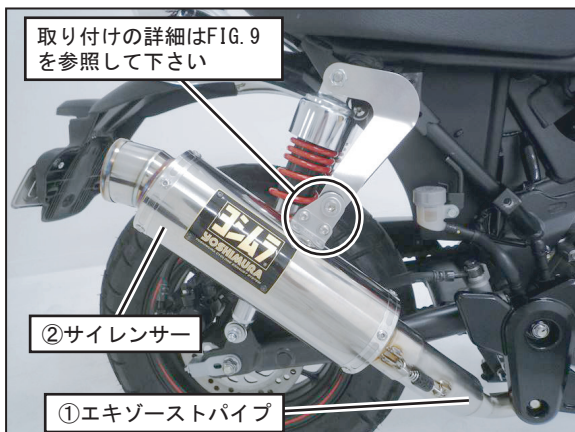

FIG. 8
7. ③サイレンサーステー#1に④サイレンサーステー#2を⑤キャップボルトM8×30、⑥平ワッシャM8×20、⑦平ワッシャM8×26、⑧フランジナットM8を使用して仮締めして下さい。(FIG. 8, 9参照)